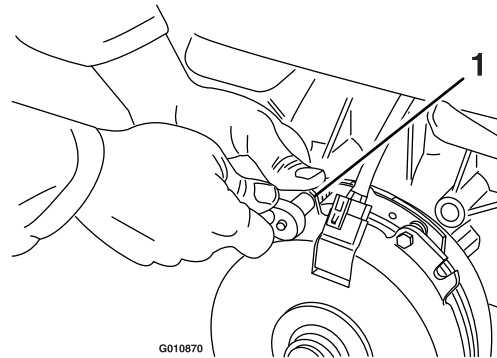

Figure 59
- A. Desserrez les boulons de fixation du frein de ½ tour à 1 tour, comme montré à la Figure 59.